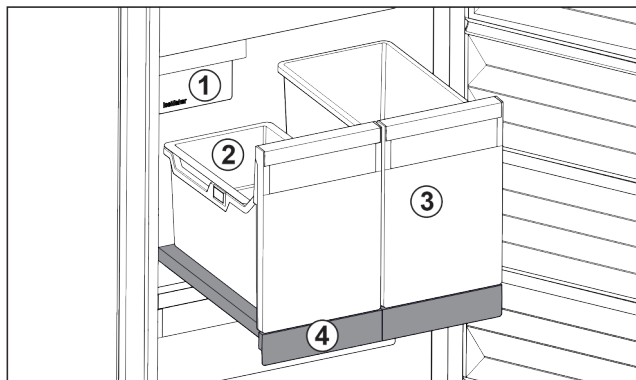

Fig. 17 Raft extractibil cu IceTower
Pe raftul extractibil se află două recipiente înalte (IceTower). În recipientul din Fig. 17 (2) sunt colectate și depozitate cuburile de gheață din IceMaker. Recipientul din Fig. 17 (3) se pretează pentru depozitarea de alimente înalte cum este pizza sau băuturile alcoolice.